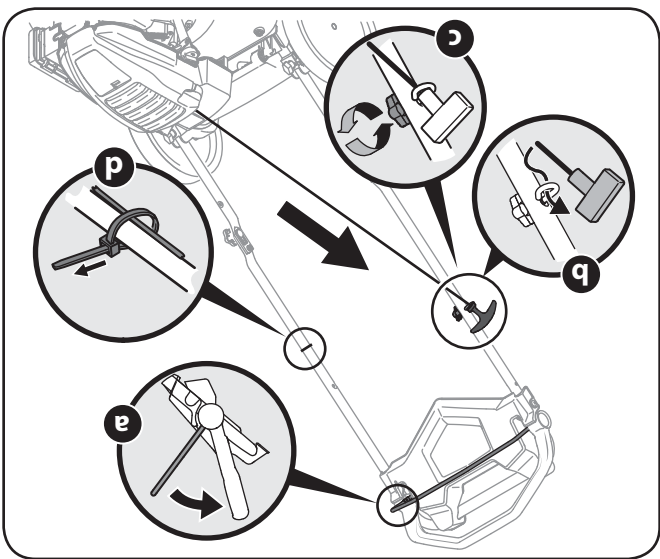

Figure 3-6
- Dégagez lentement la poignée du démarreur à lanceur du moteur et faites passer la corde dans son guide. Voir la Figure 3-6.
- Le guide de la corde du démarreur est installé sur la droite du guidon supérieur. Desserrez le bouton à oreilles qui maintient le guide de la corde en place. Voir la Figure 3-6.